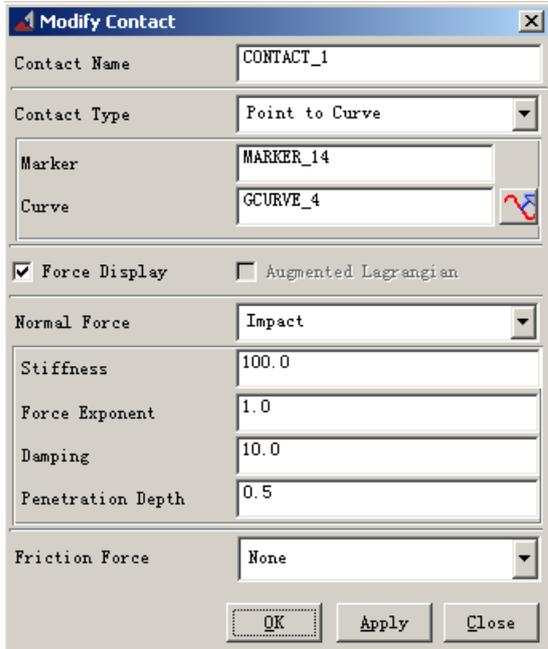
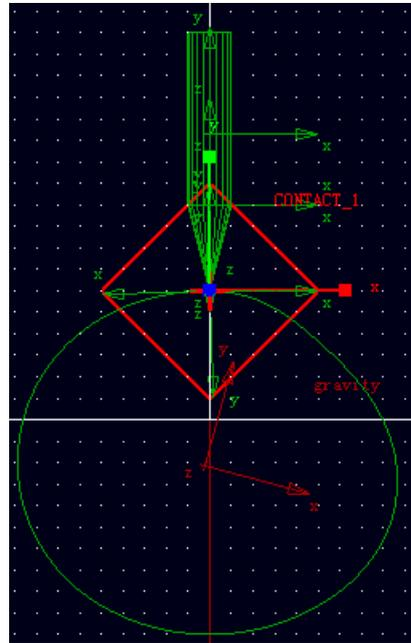

图 6-3 定义接触类型的对话框
图 6-4 创建出来的接触
6.2 选择 ADAMS/View 力库中的接触(Contact)按钮,在弹出的 Create Contact 对话框中,Contact Type 项选择 Point to Curve; Marker 项选择 MARKER_14 (就是步骤 6.1 中所创建的 Marker 点); Curve 项选择 GCURVE_4; 其他项修改如如图 6-3 所示。然后点击“OK”确认。图 6-4 中显亮的标志表示尖顶从动件和凸轮之间的接触是点与线的接触。